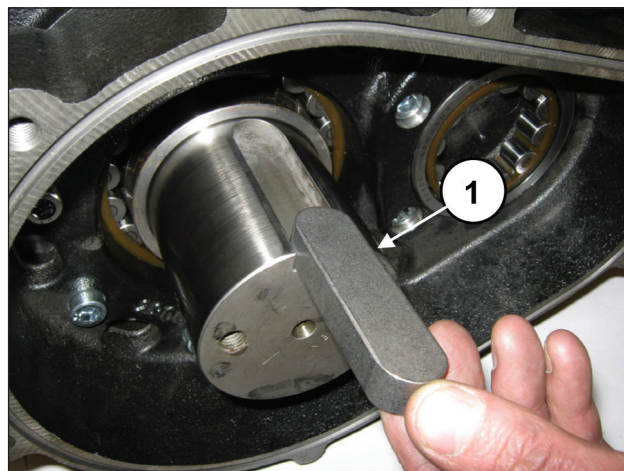
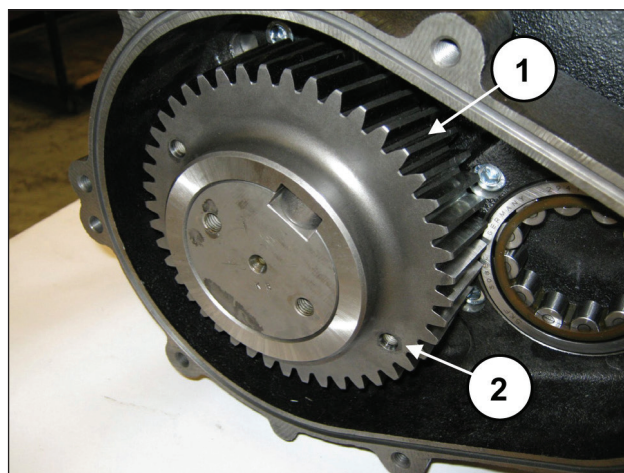

Fig. 76
Fig. 77
Introducir la lengüeta 22x14x80 en el alojamiento del eje (pos. ①, Fig. 76) e introducir la corona en el eje (pos. ①, Fig. 77).
Montar la corona de modo que los dos orificios M8 utilizados para la extracción estén orientados hacia la parte externa de la bomba (pos. ②, Fig. 77).